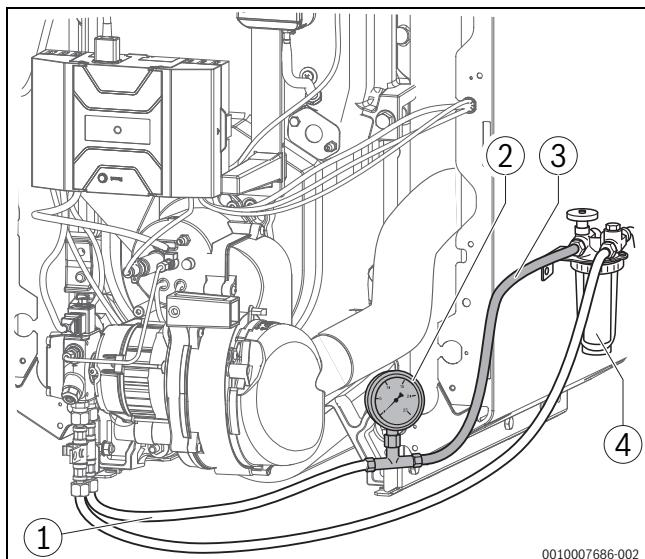

Bild 20 Ölfilter, Vakuummeter und transparenter Schlauch (dargestellt: 18-49 kW)
- Vakuummeter (→ Bild 20, [2]) mit transparentem Schlauch (→Bild 20, [3]; Zubehör), wie dargestellt, zwischen Ölfilter (→Bild 20, [4]) und Ölansaugleitung (→ Bild 20, [1]) montieren.
- Blasenfreiheit des angesaugten Öls über den transparenten Schlauch (→Bild 20, [3]) kontrollieren.
- Ölabsperrhahn am Ölfilter (→Bild 30) schließen und transparenten Schlauch (→Bild 30) mit Vakuummeter (→Bild 20) demontieren.
- Ölansaugleitung (→Bild 20) an den Filteranschluss des Ölfilters anschließen.